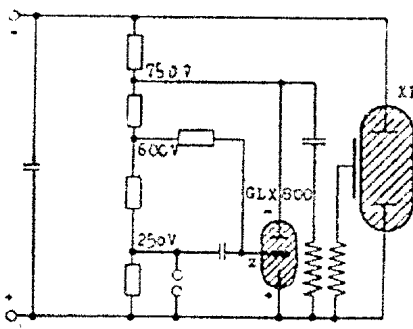

Abb. 5: Zündung mit GLX 800
**GLX 800** ist für eine Betriebsspannung von 750 V ausgelegt. Die Zündung erfolgt durch eine Innenelektrode. Das Prinzip der Schaltung zeigt Abb. 5.